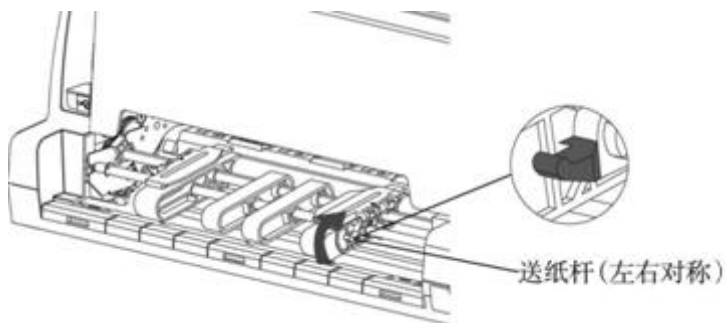

图 5
- 5) 请按图 5 箭头所示向上释放送纸杆，这时送纸器和导纸块可以左右移动。（当向下拨动送纸杆时，以上四个部件会被锁住）。